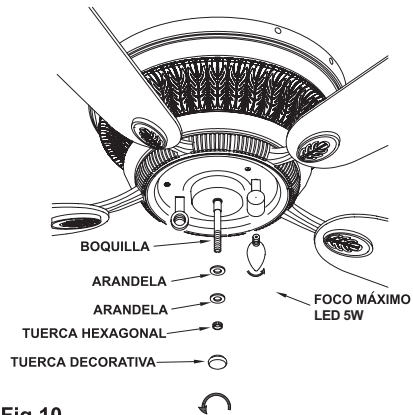

Fig.10
Paso 3. Instale los 2 focos tipo LED de 5 vatios (incluidos). (Fig. 10)
decorativa de la boquilla del ensamble de la lampara. (Fig. 10)